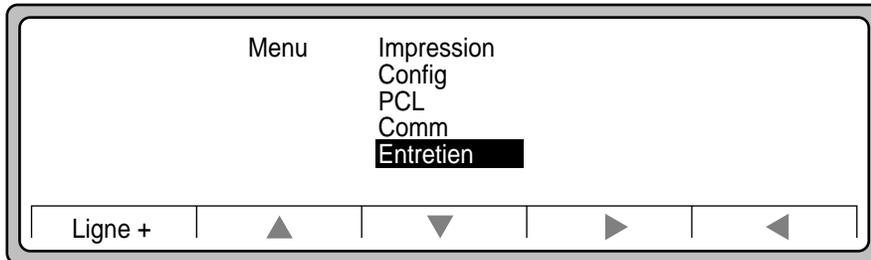

Figure 4-9 Menu Entretien
- Utilisez le pointeur ▼ pour sélectionner le menu Entretien, comme illustré à la Figure 4-9.